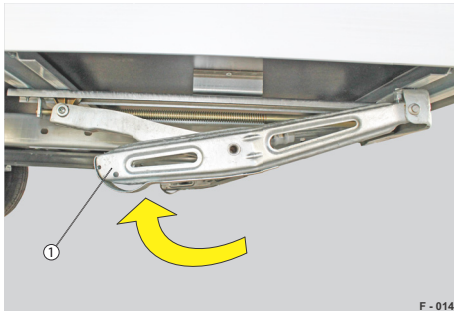

Abb. 40 Teleskopkurbelstütze, Fahrstellung
- Stellfuß (Abb. 40/1) mit der Kurbel komplett hochkurbeln.